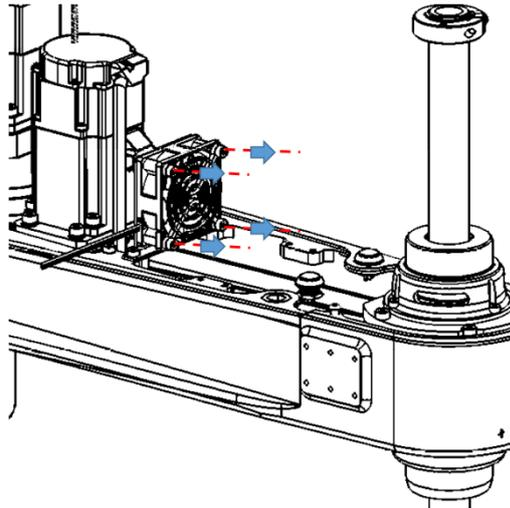

图 5-25 第二机械臂风扇拆卸示意图
**步骤3** 使用十字螺丝刀拧开抱闸 PCBA 上的固定螺钉并取下，如图 5-25 所示。